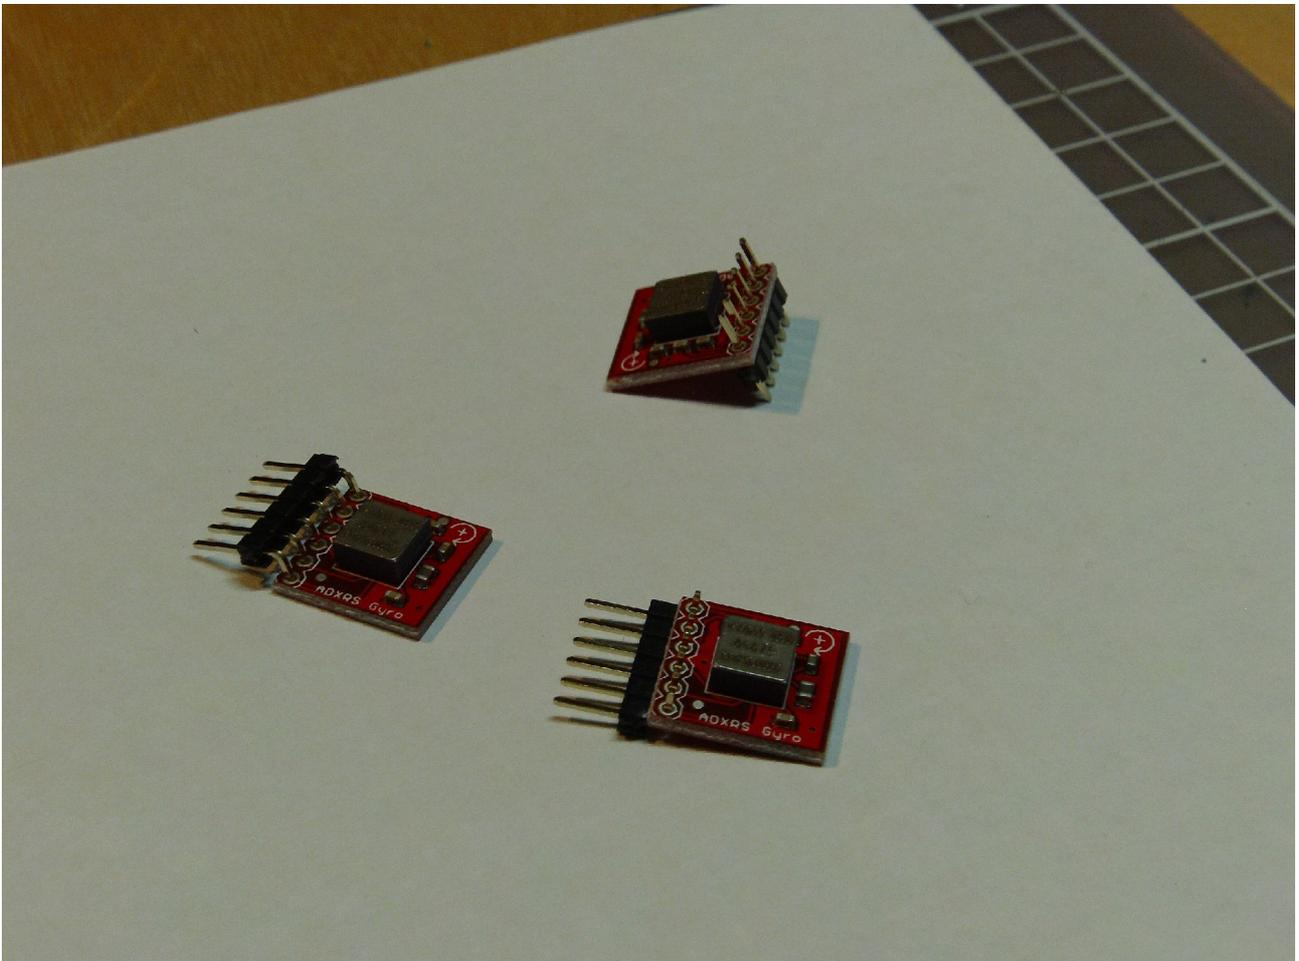

Abbildung 12: Vorbereitung der Gyros
- bei zwei Gyros die abgewinkelte **Stiftleiste je einmal vorne und einmal hinten liegen muss** (siehe Abbildung 12)